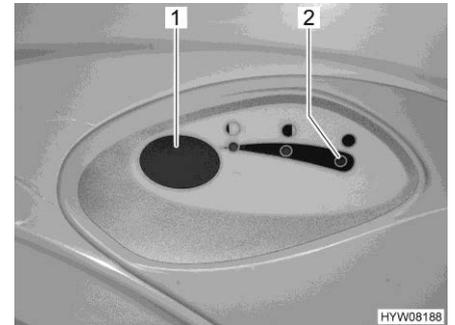

Fig. 277 Bouton pour la chasse d'eau/voyant de contrôle (toilettes Thetford)
- Pour actionner la chasse d'eau, appuyer sur le bouton bleu (Fig. 277,1).
Le voyant de contrôle (Fig. 277,2) s'allume lorsque le réservoir pour matières fécales doit être vidé.